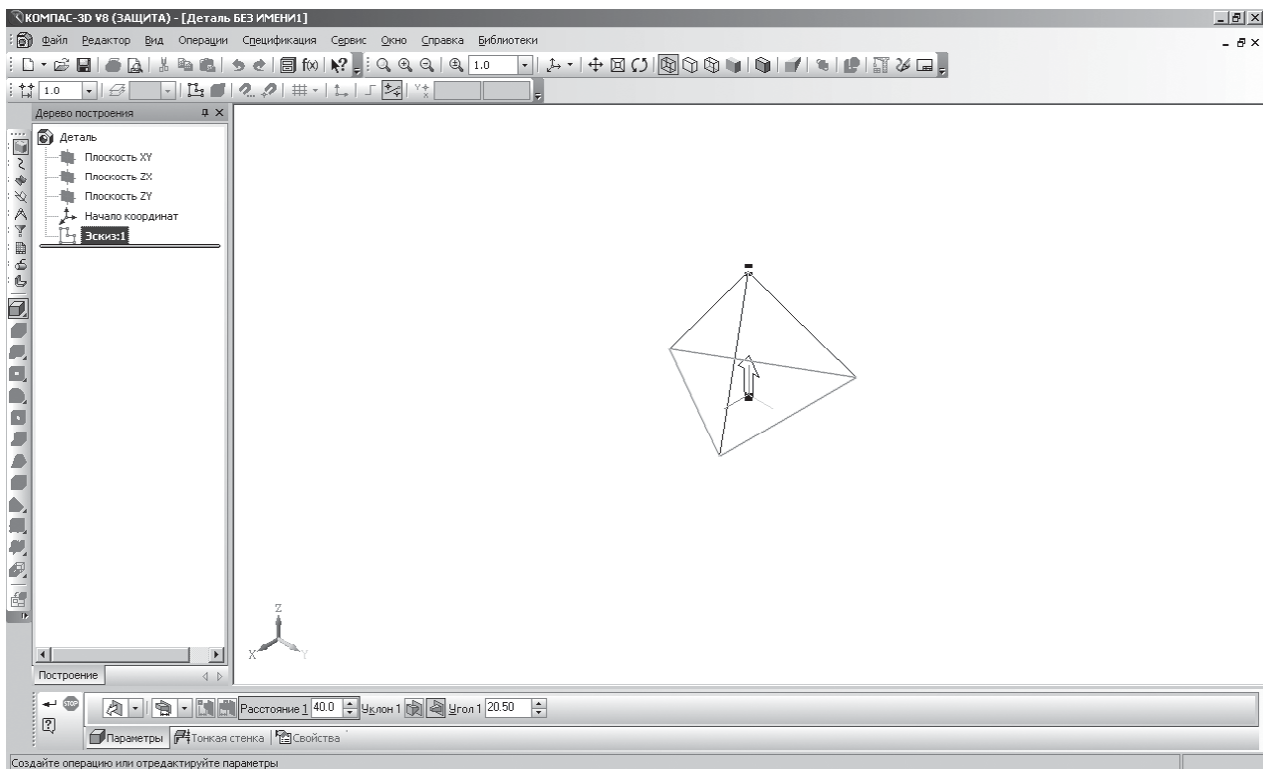

Рисунок 2.7 - Побудова тривимірної моделі піраміди
-  – операція видавлювання інструментальна панель на відстань, у поле **Відстань 1** введіть 40 мм, **Уклон 1** всередину, **Кут 1** рівний 20, 5° (рис. 2.7);